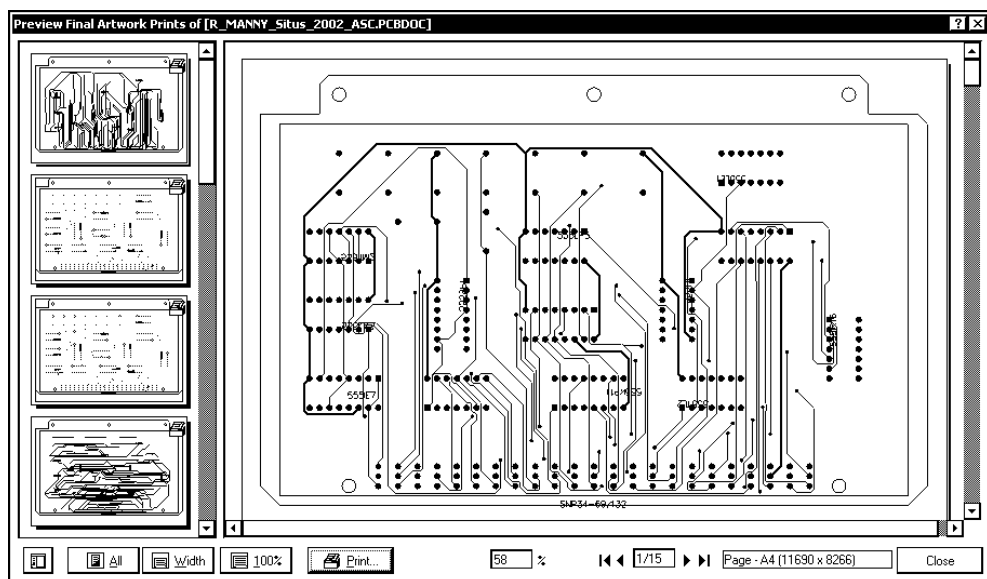
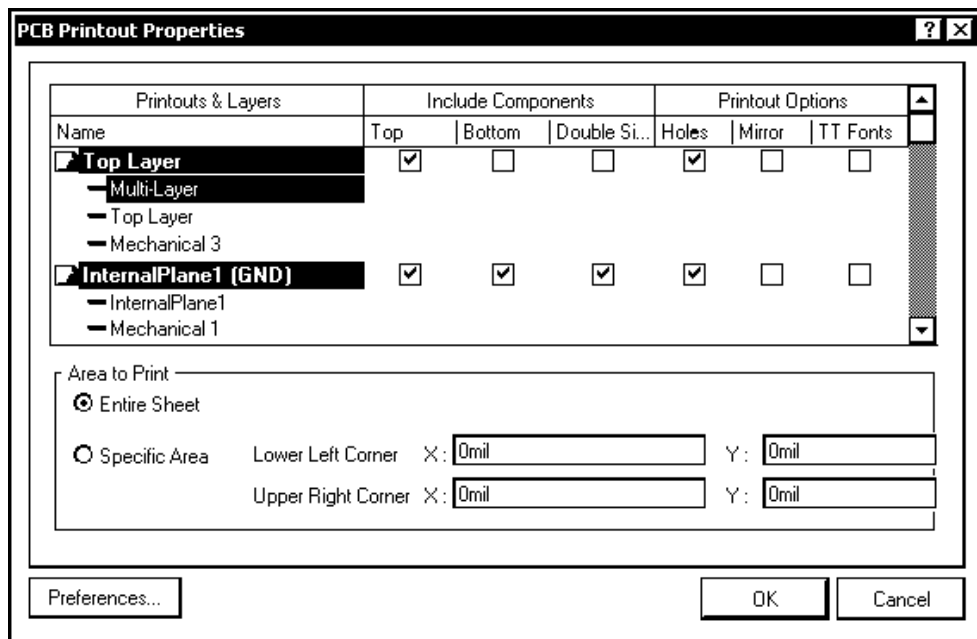

Рис. 13.4. Полная подборка послойных видов проекта
Рис. 13.6. Настройка конфигурации послойных распечаток
- ❑ **Final** — полная подборка послойных видов проекта **Preview Final Artwork Prints of [<имя проекта>]** (рис. 13.4).
3. Кнопкой **Configure** открыть диалог настройки конфигурации распечаток (рис. 13.6). Тот же результат достигается, если в окне предварительного просмотра (см. рис. 13.4) щелчком правой кнопки мыши вызвать контекстное меню и указать в нем команду **Configuration**.
4. В диалоговом окне (см. рис. 13.6) располагается список всех листов распечатки, активизированных исполняемой командой группы **Fabrication Outputs**.
- Щелчок правой кнопки мыши в любом поле окна (рис. 13.6) открывает контекстное меню, в котором дублируются команды групп **File | Assembly Outputs** (Выходные данные для сборки) и **File | Fabrication Outputs**. При выборе этих команд текущая настройка распечаток теряется, и все управление конфигурацией распечаток начинается сначала. Кроме того, контекстное меню содержит команды: